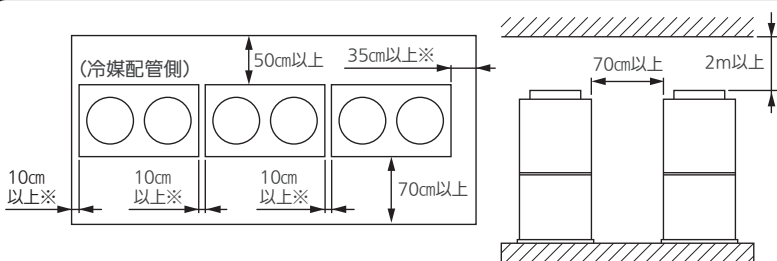

図1：メンテナンススペース
- 室外ユニットの設置にはメンテナンス用にスペースを確保する (図1)
メンテナンススペース・可燃物からの離隔距離は、図1、図2に従ってください。